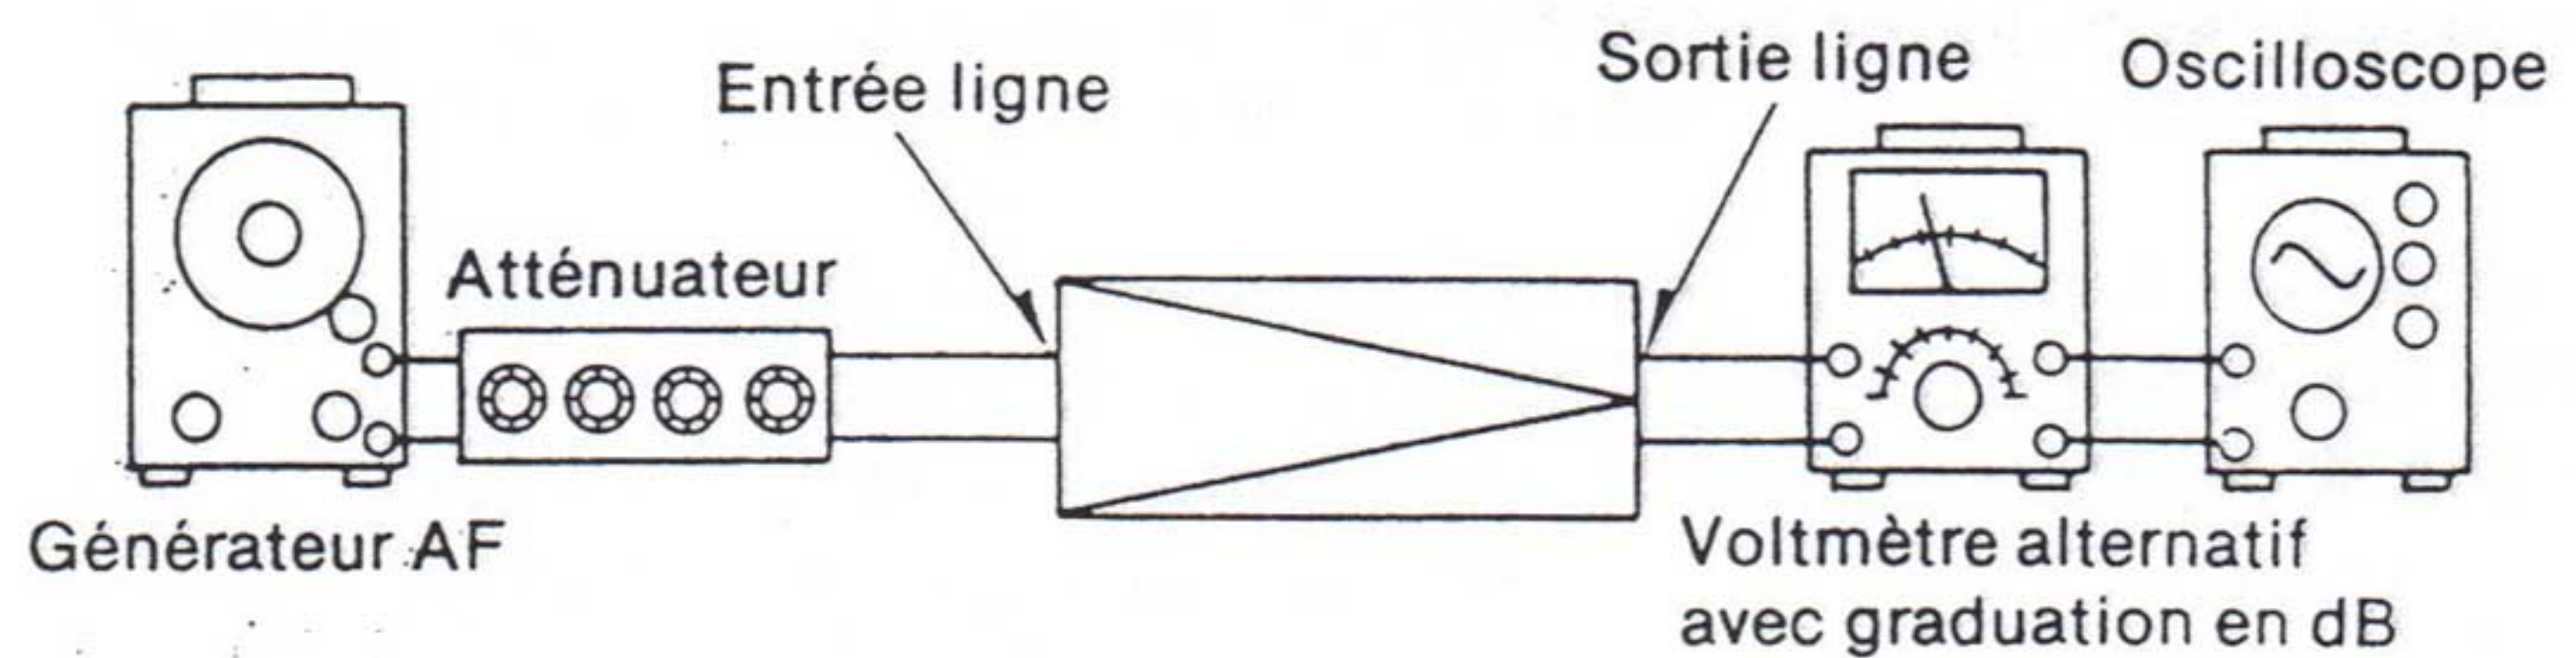
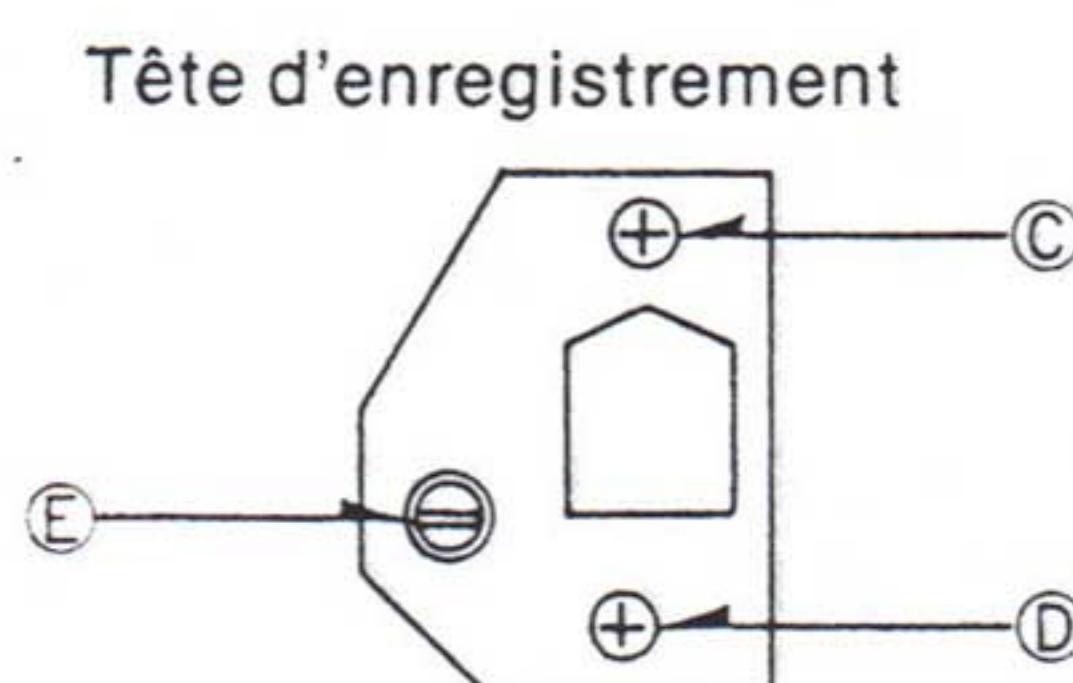

Fig. 28
Fig. 29
1. Branchez les appareils comme indiqué figure 28.
7. Réglez la hauteur de tête d'enregistrement à l'aide des vis (C) et (D) de la figure 29 pour que le signal sur le jack de sortie LINE OUT devienne maximal.
7. Réglez l'azimutage de la tête d'enregistrement à l'aide de la vis (E) de la figure 29 jusqu'à ce que le signal de sortie sur LINE OUT (canal droit) devienne maximal.
<p>7-4. Hauteur et azimutage de la tête d'enregistrement Pour CrO₂ et Fe-Cr</p>	<ol data-bbox="724 1676 1953 2181" style="list-style-type: none"> 1. Branchez les appareils de mesure comme indiqué figure 28. 2. Placez l'appareil dans les positions indiquées par la liste no 8. 3. Placez le sélecteur de bande S5 sur la position correspondant au type de bande utilisée (CrO₂ ou Fe-Cr). 4. Utilisez une bande étalon (bande vierge CrO₂ et Fe-Cr). 5. Appliquez un signal de 1 kHz (-24 dB) pour le réglage de hauteur de tête, à 10 kHz (-24 dB) pour l'azimutage, produits par le générateur AF, à travers l'atténuateur, au jack d'entrée LINE IN (canal droit). 6. Faites un enregistrement. 7. Réglez les vis de hauteur de tête (C), (D) et la vis d'azimutage (E) de la figure 29 pour obtenir un signal de sortie maximal sur le jack de sortie LINE OUT du canal droit.
<p>7-5. Courbe de réponse globale Pour CrO₂ et Fe-Cr</p>	<ol data-bbox="724 2270 1953 2522" style="list-style-type: none"> 1. Branchez les appareils de mesure comme indiqué figure 28. 2. Placez l'appareil dans les positions indiquées par la liste no 8. 3. Placez le sélecteur de bande S5 sur la position correspondant au type de bande utilisée (CrO₂ ou Fe-Cr). 4. Utilisez une bande étalon C-RF vierge de type CrO₂ ou Fe-Cr et placez l'appareil en position enregistrement.
<p>7-6. Gain global Pour bande normale, CrO₂ ou Fe-Cr</p>	<ol style="list-style-type: none"> 1. Branchez les appareils de mesure comme indiqué figure 28. 2. Placez l'appareil dans les positions indiquées par la liste no 8. 3. Placez le sélecteur de bande S5 sur le type de bande concerné: normale, CrO₂ ou Fe-Cr. 4. Mettez une bande étalon vierge C-RA II pour le type normal, ou C-RF pour les types CrO₂ ou Fe-Cr. 5. Appliquez un signal à 1 kHz (-24dB) du générateur AF, à travers l'atténuateur, à l'entrée LINE IN. 6. Réglez les résistances d'ajustage du gain global. VR109 (canal gauche), VR110 (droit) pour la bande normale VR111 (canal gauche), VR112 (droit) pour la bande CrO₂ VR107 (canal gauche), VR108 (droit) pour la bande Fe-Cr de telle sorte que le niveau sur LINE OUT (pour les deux canaux) soit de $0,42 \pm 0,05$ V. (voir emplacements des organes de commande en page 33).